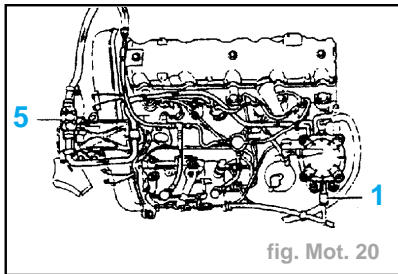

fig. Mot. 20
- Déposer les vis (2).
- Couple de serrage des vis (2) (daN.m)..... 0,6
- Fermer la vis de purge (1) (fig. Mot.20).
- Amorcer le circuit à l'aide de la pompe (5) (fig. Mot. 20).